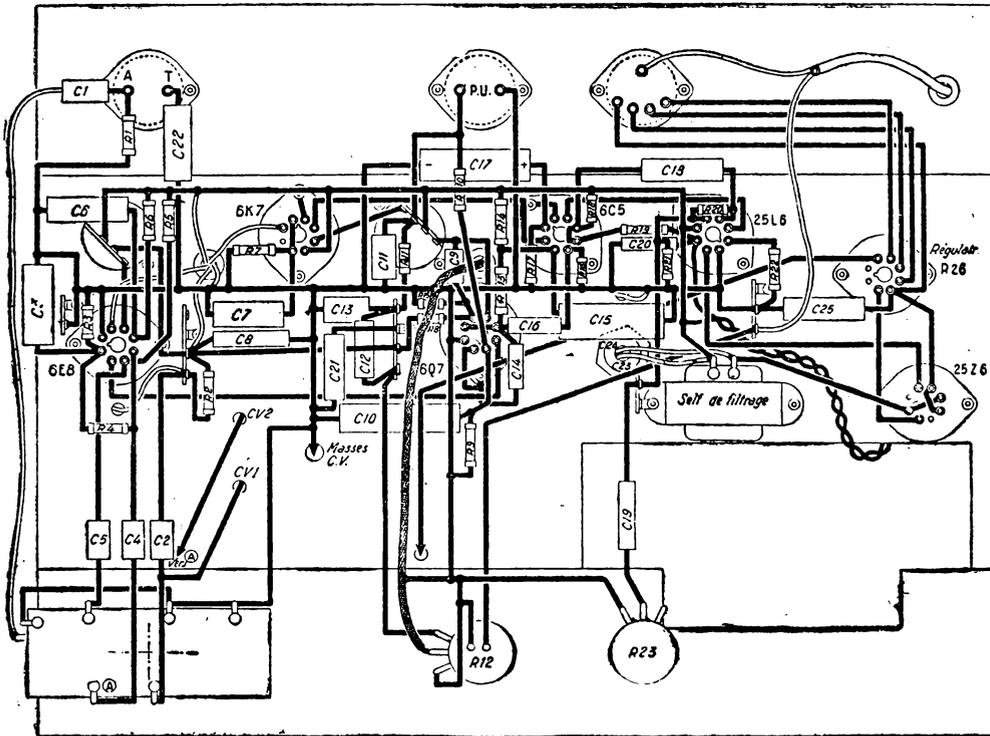
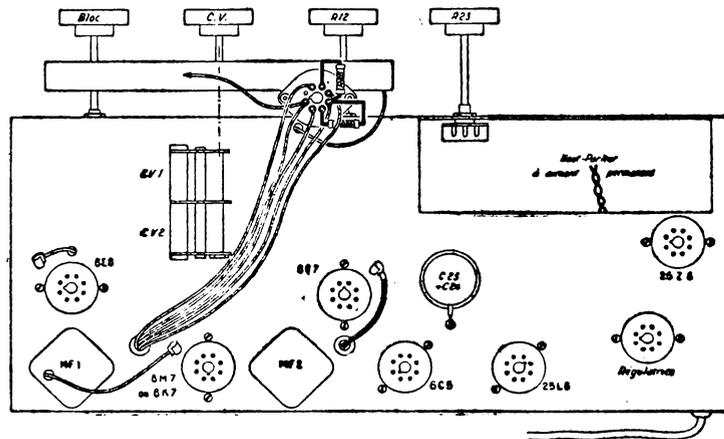

Figure 2.
Figure 3
**Montage pratique :** La disposition des éléments est indiquée sur la figure 3, le câblage sur la figure 2. A ce sujet, il n'est pas inutile de signaler que l'amateur peut éventuellement utiliser une prise de terre sans risquer
difficulté; en se conformant strictement à la figure 2, on est certain d'obtenir d'excellents résultats, une fois la mise au point effectuée.